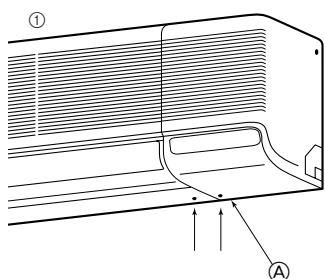

Fig. 3-6
1) Проводка труб сзади справа и снизу (Fig. 3-6)
① Снимите правую боковую панель.
① Снимите боковую панель.